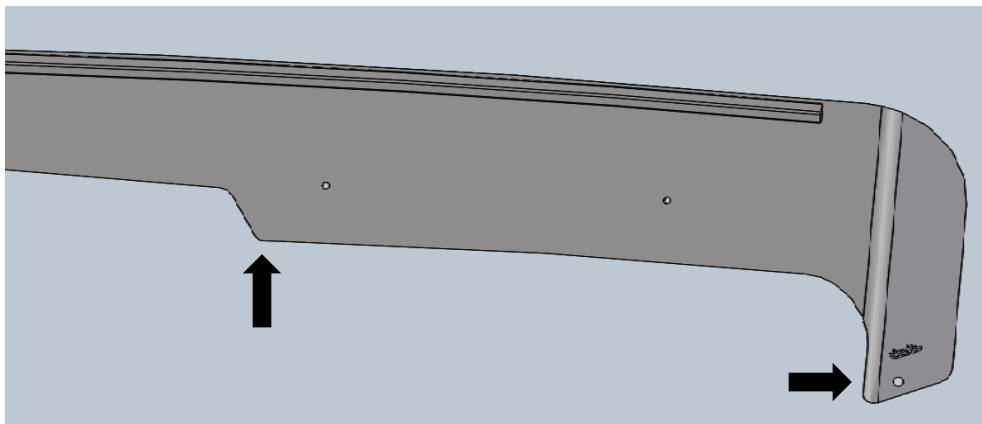

Figure 1: Installation des garnitures de bord en caoutchouc (Côté conducteur illustré)
- Installez les deux pièces de garniture de bord en caoutchouc sur le bord inférieur du déflecteur d'insectes entre les deux lignes, tel qu'illustré à la Figure 1.